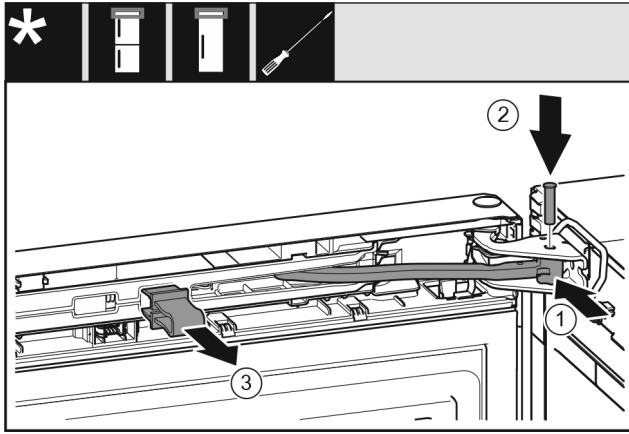

Fig. 21
- ▶ Käännä nivel laakeripukkiin. Fig. 21 (1)
- ▶ Aseta pultti laakeripukkiin ja niveleen. Varmista tällöin, että lukitusnokka on urassa oikein. Fig. 21 (2)
- ▶ Poista varmistin. Fig. 21 (3)